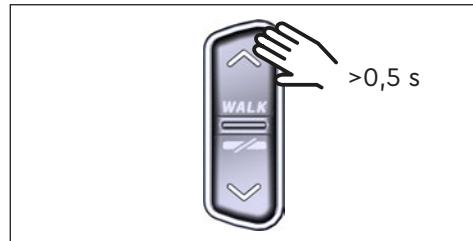

Fig. 9: Activación de la asistencia al pedaleo
- Cuando la e-bike esté parada, pulse el botón ARRIBA del Remote durante más de 0.5 s (véase Fig. 9) para activar la asistencia a la marcha.